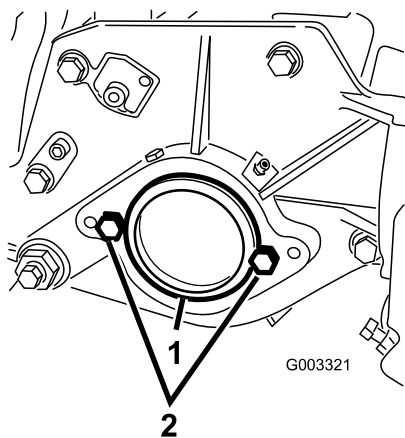

Figura 12
2. Na extremidade direita da unidade de corte, retire o tampão de plástico da caixa de rolamentos (Figura 12).
3. Retire os 2 parafusos da placa do lado direito (Figura 12).
5. Instale os 2 parafusos de montagem do motor do cilindro na placa do lado esquerdo da unidade de corte (Figura 12).